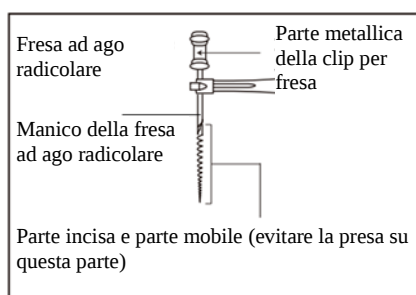

Figura 20
a) Quando si afferra il canale radicolare con una fresa ad ago, afferrare la parte superiore della parte metallica (vicino al canale radicolare sull'impugnatura dell'ago). Se afferra la parte inferiore (lama o parte mobile), la parte metallica della fresa e la parte in resina. (Figura 20)